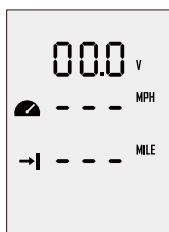

Figura 6-1
Passo 1: No estado de ativação, pressione o botão "M" e mantenha pressionado para entrar na página de definição de preferências, conforme indicado na Figura 6-1. Os utilizadores podem escolher itens de visualização com base nas necessidades e preferências pessoais.
Passo 2: Na página de definição de preferências, o item que pisca é o objeto à espera de ser definido. Pressione o botão "▲" para ver opções para o item que está a piscar. Por exemplo, na Figura 6-1, se "V" estiver a piscar na página de definição de preferências, isso significa que "V" tem outras opções alternativas. Basta pressionar o botão "▲", e "V" muda para "%", ou seja, o item mostrado passa da tensão para o nível da bateria.